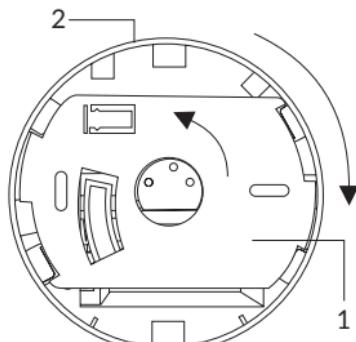

Рис. 2
- 6.1. Отделить монтажное основание (рис. 2, поз. 1) от корпуса устройства (рис. 2, поз. 2), повернув его против часовой стрелки.